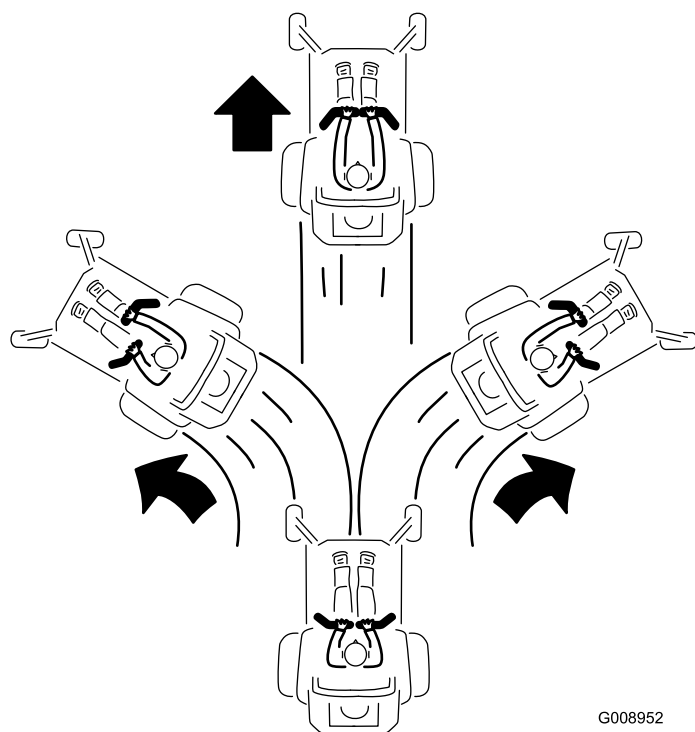

Figura 20
3. Para ir hacia adelante, empuje lentamente las palancas de control de movimiento hacia adelante (Figura 20).